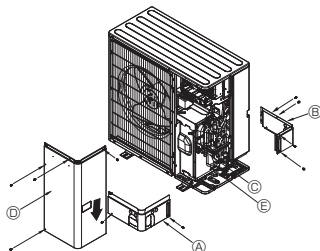

Fig. 5-3
5.3. Külmaainetorud (Fig. 5-3)